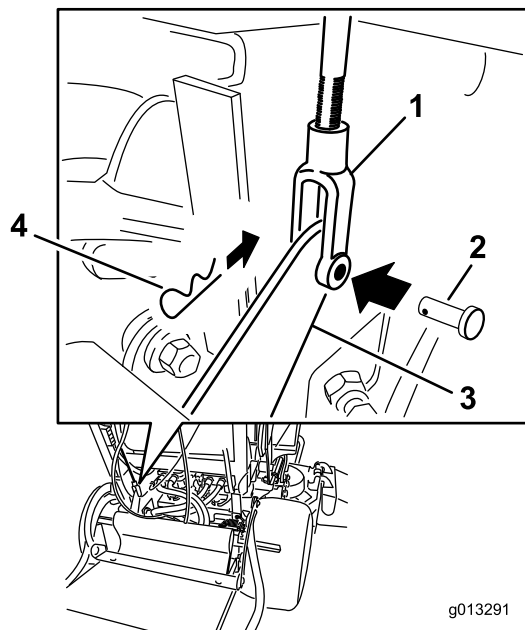

Figura 63
4. Per regolare il freno, staccate la coppiglia e il perno con testa dalla leva del freno inferiore e dalla forcella (Figura 63).
7. Fissate la forcella alla leva del freno inferiore con il perno con testa e con la coppiglia (Figura 63).